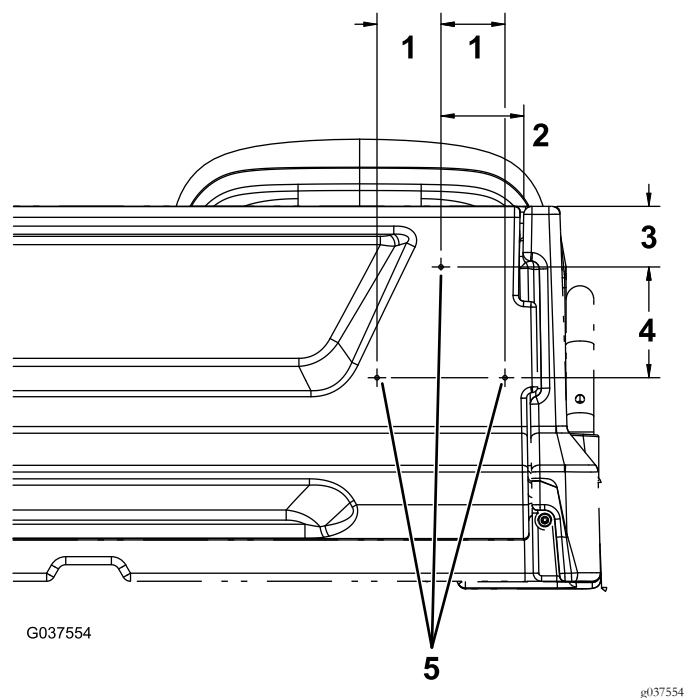

Рисунок 14
- С правой стороны заднего откидного борта отмерьте 95 мм от правого края заднего откидного борта и 70 мм от верхней части заднего откидного борта и отметьте эту точку (Рисунок 14).
- Отмерьте 128 мм вниз от отверстия, отмеченного в пункте 1, и 74 мм вправо и влево, поставьте здесь две точки (Рисунок 14).
3. Просверлите отверстие диаметром 5 мм в каждой из трех отмеченных точек (Рисунок 14).